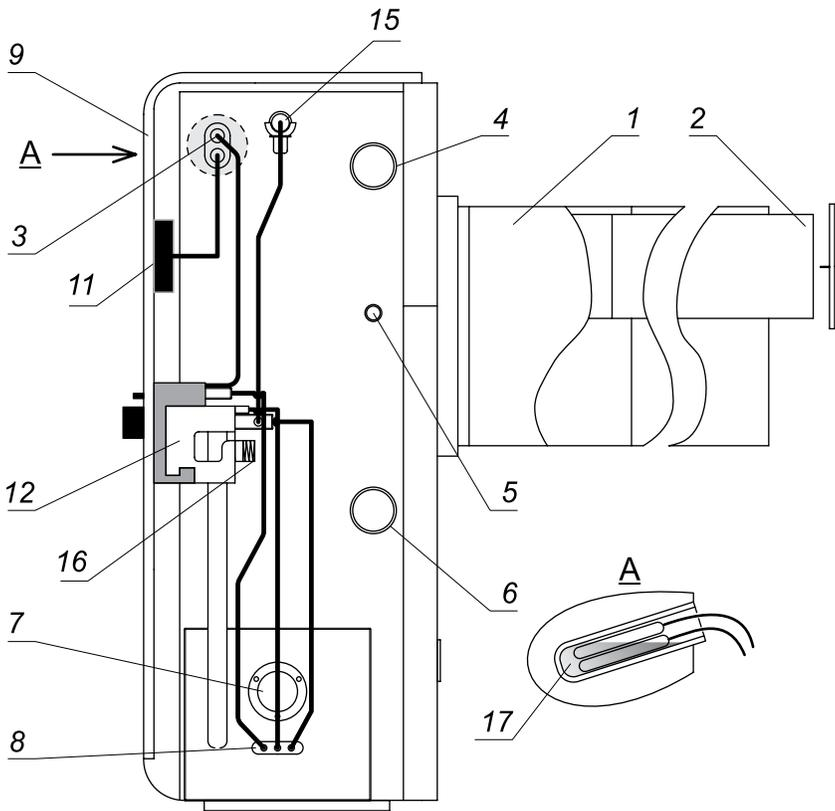

Рис. 1. Устройство изделия
- 5.1. Изделие (рис.1) состоит из таких основных частей: корпуса с герметичной камерой сгорания, дымовоздушного блока, газогорелочного устройства, крышек, закрывающих верхний и нижний проемы корпуса, водонагревателя (для изделий со вторым контуром). Для обеспечения герметичности изделия между корпусом и дымовоздушным блоком, газогорелочным устройством, крышками установлены прокладки из теплоизоляционного материала. Корпус изделия закрыт декоративной облицовкой.
Для включения основной газовой горелки плавно поверните рукоятку управления против часовой стрелки до положения 1-7. Максимальная температура теплоносителя соответствует цифре 7 на рукоятке управления. Температуру контролируйте термоиндикатором (поз. 11, рис. 1). Регулировку температуры теплоносителя осуществляет термостат газового клапана через термобаллон, вставленный в стаканчик корпуса изделия (п. 3, рис. 1).
Изделие оборудовано датчиком перегрева (поз. 15, рис. 1), который в случае превышения температуры теплоносителя в изделии выше 92 °С, размыкает электрическую цепь подключения термопары к магнитному блоку газового клапана. Подача газа в изделие прекращается.